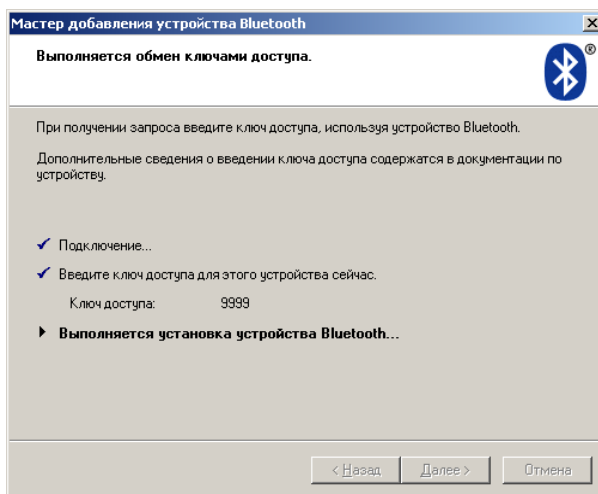

Рисунок 3.5 – «Подключение устройства».
- после ввода ключа, откроется «Мастер добавления устройства Bluetooth» (рисунок 3.5), с помощью которого произойдет связывание ПК и прибора;